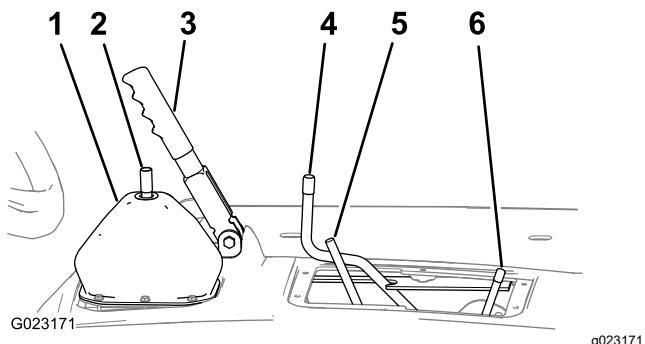

図 11
1. 駐車 ブレーキが掛かっていることを確認する図 11。
2. デフロック用のロッドを前右方向に倒す図 11。